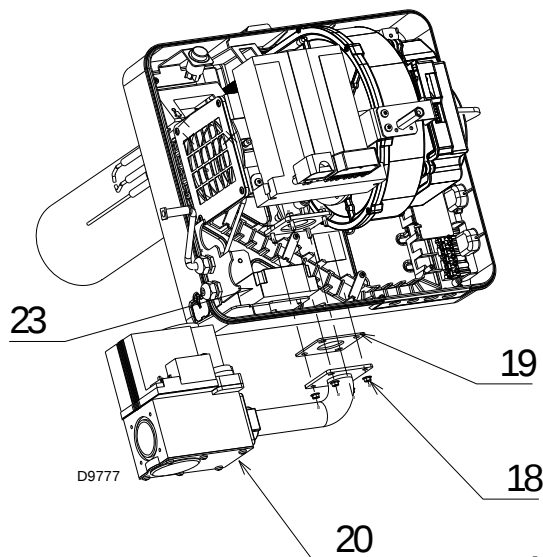

Abb. 16
- Verbinden Sie die Hochspannungskabeln mit dem Transformator 23)(Abb. 16) und den Anschluss des Ionisationsfühlers mit dem entsprechenden Kabel, das aus dem Steuergerät kommt.
- Befestigen Sie die Armaturengruppe 20)(Abb. 16) mit den mitgelieferten vier Schrauben und Muttern 18).
Achten Sie auf das Vorhandensein der Dichtung 19)(Abb. 16) und auf die Gasdichtheit.